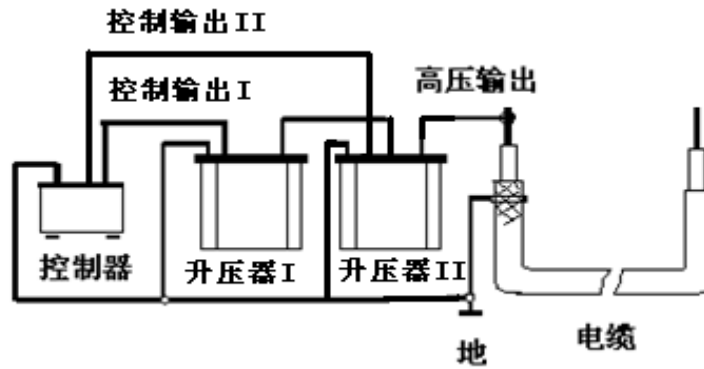

图 9 单相测量连线图
6、用随机附带的专用柔性连接电缆将试验设备与试品电缆按图 9 所示的方法相连接。合上电源，设定好试验频率、时间和电压以及高压侧的过流保护值、过压保护值，然后开始升压试验。升压过程应密切监视高压回路，监听试品电缆是否有异常响声。升至试验电压时，即开始记录试验时间并读取试验电压值。